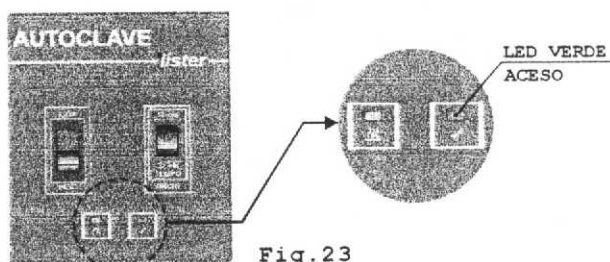

Fig.23
- j ► Quando o sinal sonoro de 3 (três) beeps indicar o fim do ciclo de secagem, a Autoclave desligará a resistência automaticamente, porém, a corrente elétrica continuará mantendo o led aceso, na cor verde, Fig.23. Caso o material não seque totalmente, ligue novamente a Autoclave, selecionando um dos tempos, o led de aquecimento acenderá na cor laranja, Fig.22, Painel 3, e deixe por 5 (cinco) minutos com a tampa entreaberta, sendo necessário, então, desligar o equipamento. **ALERTA!:** Não deixe a Autoclave por mais de 5 (cinco) minutos ligada para a conclusão da secagem.